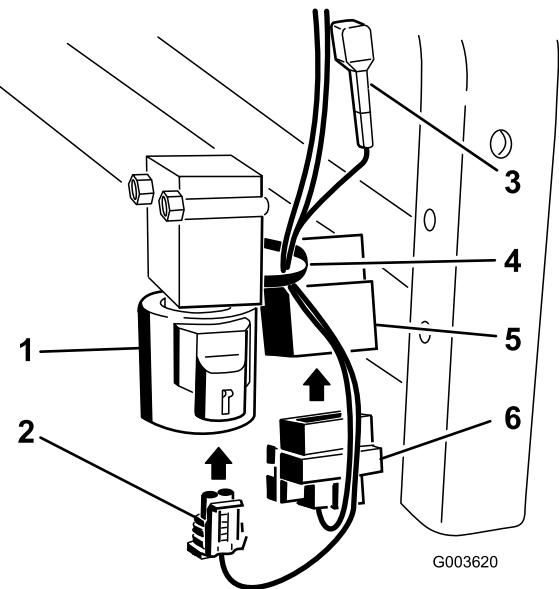

Figura 36
- Collegate il connettore quadrato al relè montato vicino alla valvola (Figura 36).
9. Collegate il connettore piccolo alla valvola (Figura 36).